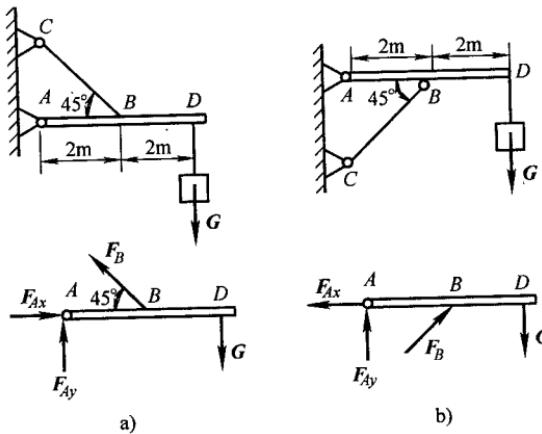

图 2-2 支架
**2-2** 已知  $G = 10\text{kN}$ ，试求图 2-2 所示两种支架中 A、B 处的约束力。